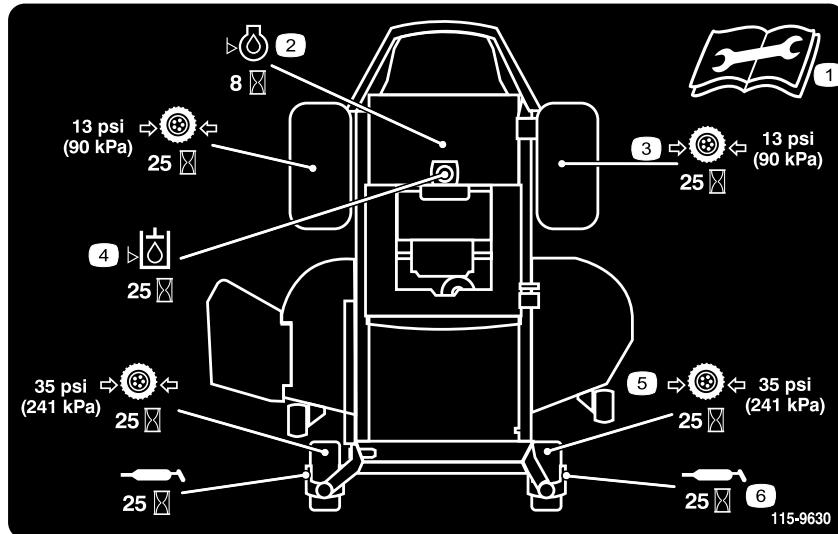

Figura 40
3. Limpe os encaixes de lubrificação (Figura 41 e Figura 40) com um trapo. Certifique-se de que raspa qualquer tinta da frente do(s) encaixe(s).
4. Ligue uma pistola de lubrificação ao encaixe (Figura 40 e Figura 41). Coloque lubrificante nos encaixes até que comience a escorrer massa lubrificante dos rolamentos.